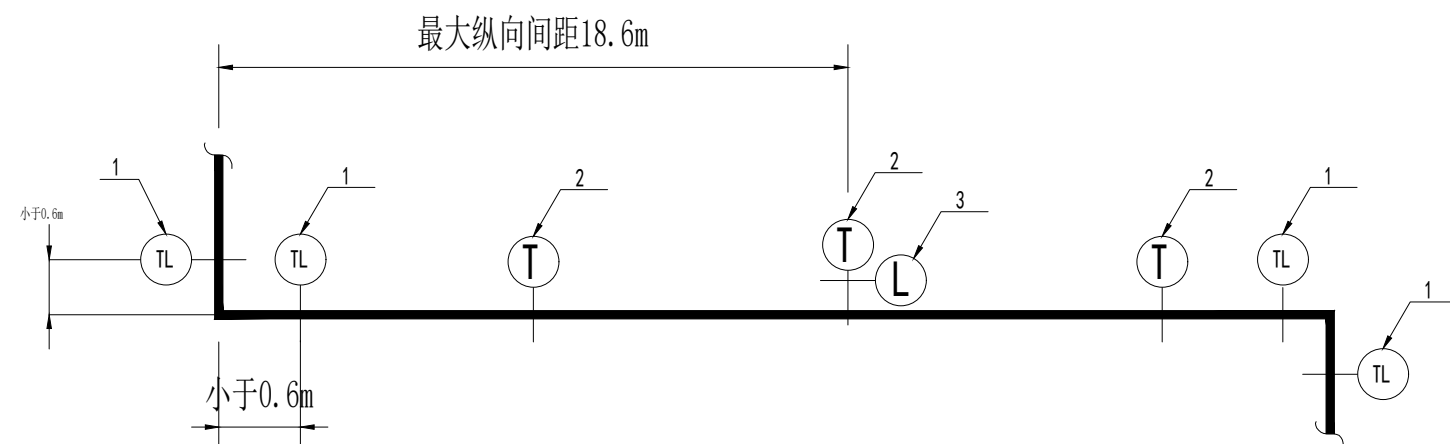

图5 水平管线转弯时抗震支吊架设置示意
5.5 水平管线在转弯处0.6m范围内设置侧向抗震支吊架。若斜撑直接作用于管线，其可作为另一侧管线的纵向抗震支吊架(图5)。例如：纵向支吊架最大间距24m, 侧向抗震支吊架最大间距12m，则双向抗震支吊架距下一个纵向抗震支吊架间距为：(24+12)/2+0.6=18.6m。